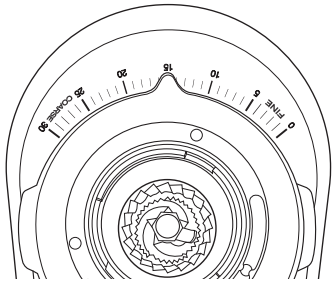

Figure 12
7. Tournez le collier de réglage sur la position 15. Voir figure 12.
6. Tournez le collier de réglage sur la position 15. Voir figure 12